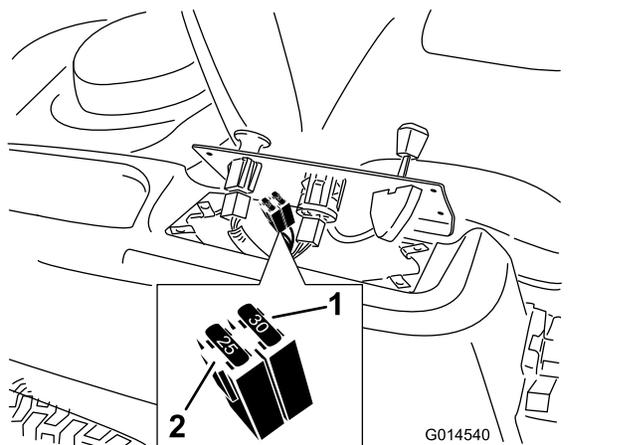

Figura 49
- Sollevate la plancia per accedere al cablaggio preassemblato principale e al portafusibili (Figura 49).
- Per sostituire un fusibile, tiratelo ed estraetelo dall'attacco (Figura 49).